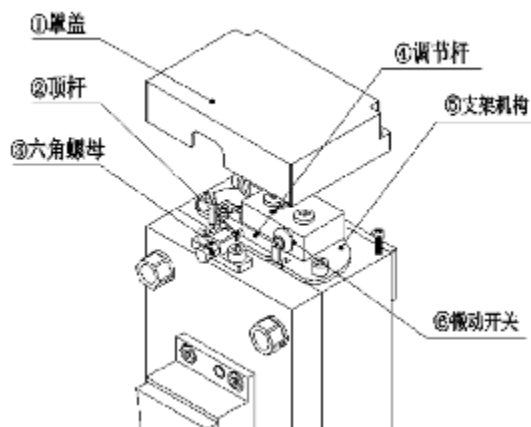

图 53 顶杆机构组成部分
制动器顶杆机构由罩盖①、顶杆②、六角螺母③、调节杆④、支架机构⑤、微动开关⑥组成，见 (P29 图 53) 所示。制动器顶杆机构行程的调整，在装有微动开关和顶杆机构的支架固定后，通过调整顶杆位置改变顶杆行程的大小来保证微动开关的可靠动作。